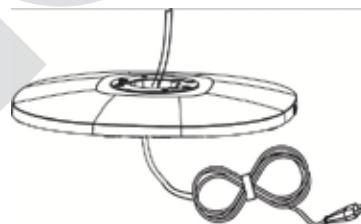

Abb. 2
6. Fügen Sie zunächst beide Teile des Standfußes zusammen, bis diese einrasten (siehe Abbildung 2). Achten Sie dabei darauf, dass die Zuleitung durch die Öffnung in der Mitte der beiden Teile geführt werden muss!